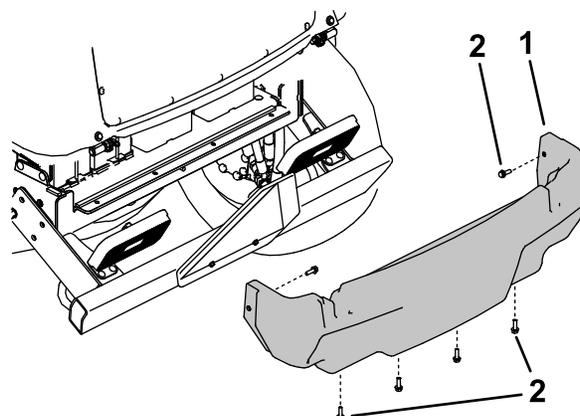

Figure 109
5. Retirez les 6 vis à embase qui fixent le carénage au cadre et déposez le carénage arrière (Figure 109).
4. Reposez le carénage arrière (Figure 109).